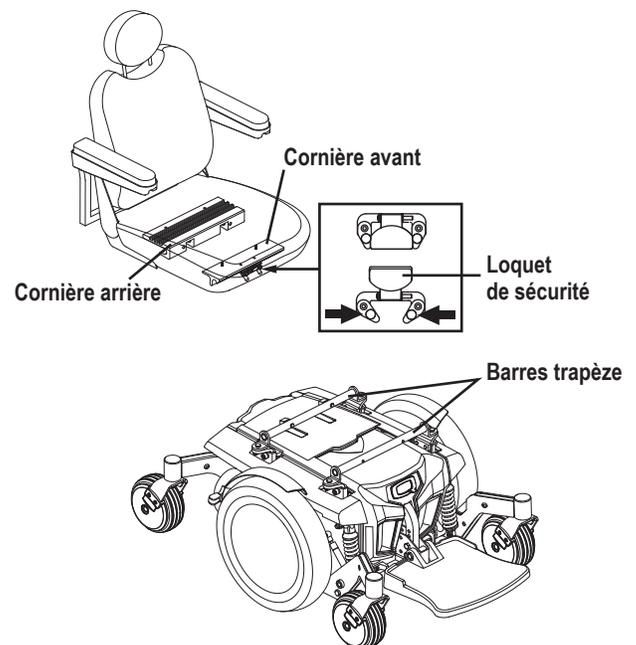

Figure 6. Système de montage universel et siège Contour
Il se peut que vous ayez à installer le siège avant la première utilisation ou après avoir transporté votre fauteuil motorisé. La plupart des sièges sont fixés à la base à l'aide du « Système de Montage Universel » (SMU). Le système de montage universel (SMU) est composé de pièces compatibles au siège sans égard à la largeur ou à la profondeur du siège. Les deux pièces principales sont des cornières d'aluminium montées sur la base du siège. Celles-ci se fixent sur la paire de barres trapèze fixées sur la base motorisée. Voir la figure 6.
1. Inclinez le siège vers l'arrière et glissez la cornière arrière sur la barre trapèze arrière. Voir la figure 6.
4. Bascule le loquet du siège vers le haut. Voir la figure 6